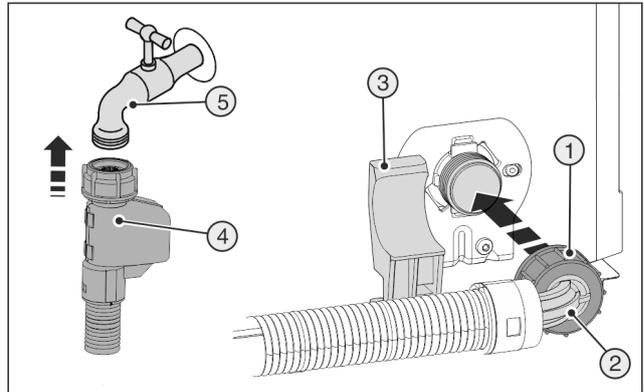

Fig. 22
- ▶ 将软管直头 Fig. 22 (4) 连接到截流阀 Fig. 22 (5) 上。